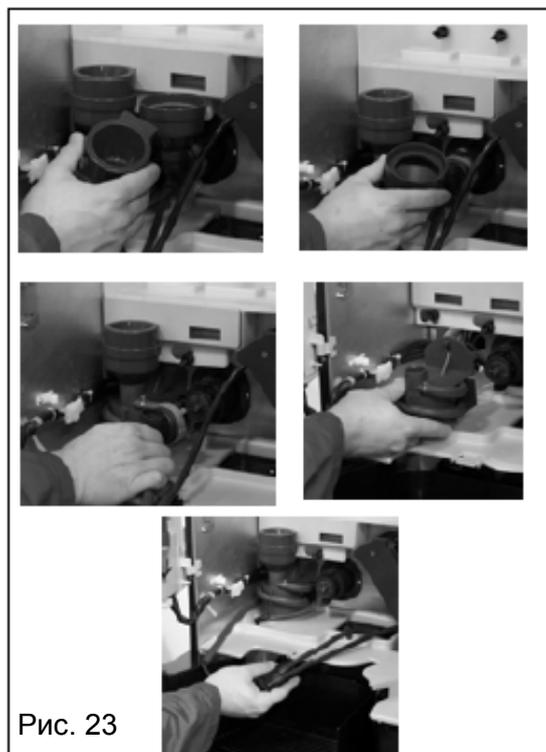

Рис. 23
- выньте все транспортеры для смесей, воронки, смесительные камеры, вентиляторы и силиконовые шланги и погрузите их в раствор (рис. 23).